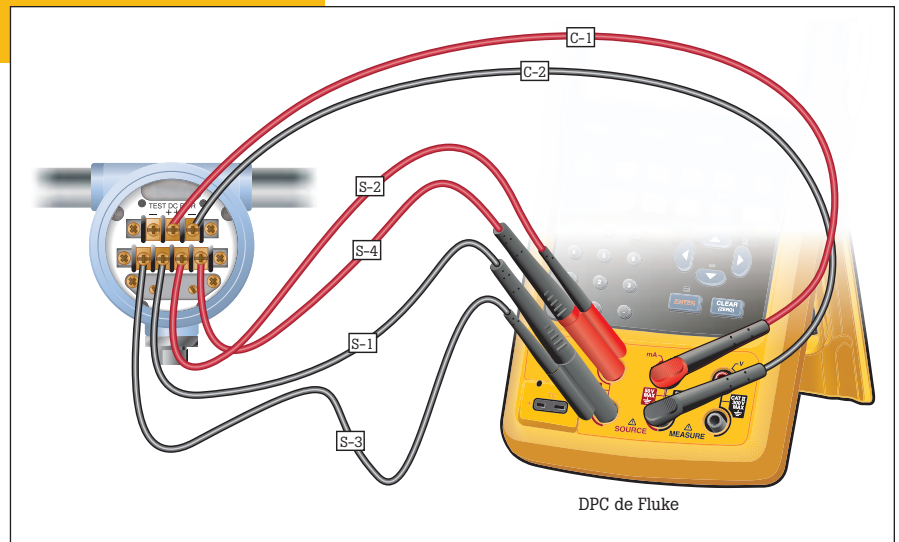

Figura 11.
El ejemplo que se da a continuación (Figura 11) muestra las conexiones correspondientes a los transmisores RTD Rosemount 444 de 3 y 4 hilos. Para completar todas las conexiones necesarias para esta aplicación, necesitará una pareja adicional de cables de prueba TL22 y pinzas de prueba industriales AC20. También tendrá que utilizar los cables de conexión cortos y negros que se suministran con el calibrador para documentación de procesos a fin de duplicar las conexiones disponibles para los terminales de generación del DPC.
3. Una vez realizadas las conexiones según el diagrama de la Figura 11, active la potencia de bucle de 24 voltios desde la pantalla de configuración, especifique el RTD correspondiente al transmisor concreto que se está evaluando y configure el modo de medición en mA.